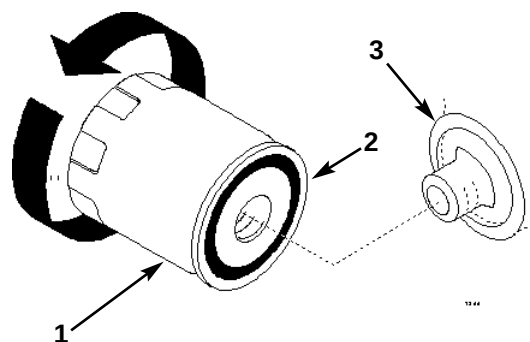

Fig. 34A
2. Fjern det gamle filter og tør overfladen på filteradapterens pakning af (fig. 34A).
3. Smør et tyndt lag ny olie på det nye filters gum mipakning (fig. 34A).
4. Montér det nye oliefilter på filteradapteren. Drej oliefilteret med uret, indtil gummipakningen er i berøring med filteradapteren. Stram så filteret 1/2 omgang til (fig. 34A).